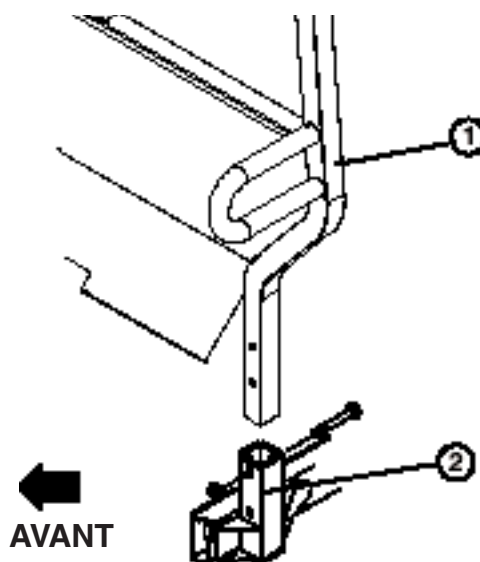

Figure 6
Montage de la protection anti-retournement (ROPS) (Fig. 6)
- Insérez chaque côté de la protection dans le support de chaque côté du bâti du véhicule, et positionnez la protection comme illustré à la Figure 6.
- Fixez chaque côté de la protection anti-retournement aux supports à l'aide de (2) vis de 1/2-13 x 3" et contre-écrous.